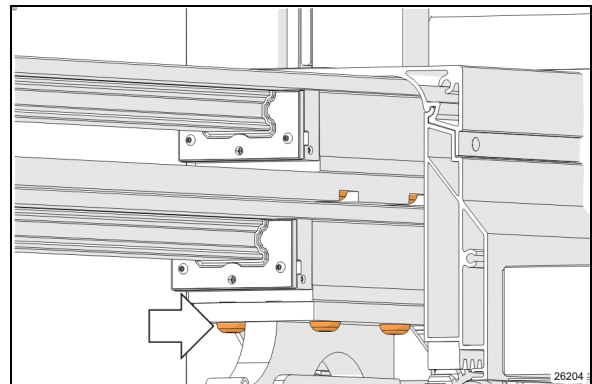

FIGURE 45: VIS D'ASSEMBLAGE DU PALIER INFÉRIEUR
- 13 Réinstaller les vis de montage du chariot inférieur (Figure 45)